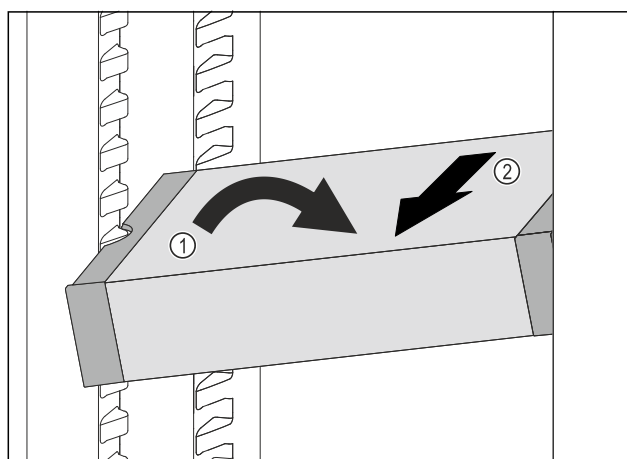

Fig. 139
- Incliner le VarioSafe dans la partie réfrigérateur. Fig. 139 (1)
- Sortir le tiroir VarioSafe par l'avant. Fig. 139 (2)